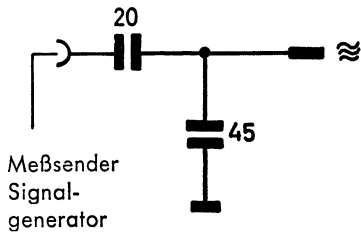

Fig. 6
- 7.6 Beim AM-Abgleich künstliche Antenne, Fig. 6, verwenden.
- 7.6 For AM alignment use dummy antenna, see fig. 6.